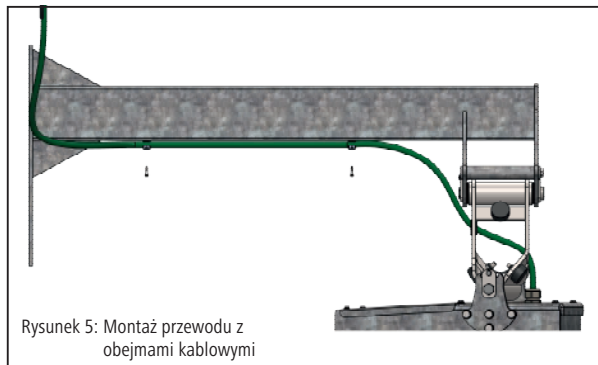

Rysunek 4: Montaż górnej osi przegubu
1. Wymontować górną oś (rys. 4 – poz. 6) z elementu przegubowego.
5. Wsunąć górną oś (rys. 4 – poz. 6) przez łożysko w ramieniu i element przegubowy i zamontować.
6. Przymocować oś śrubą mocującą M14 (rys. 4 – poz. 10).
7. Za pomocą śruby (rys. 4 – poz. 18) i nakrętki samozaciskowej (rys. 4 – poz. 19) zabezpieczyć oś przed przekręcaniem.
8. Za pomocą blachy zabezpieczającej (rys. 4 – poz. 11), śruby (rys. 4 – poz. 14), podkładki (rys. 4 – poz. 12) i nakrętki samozaciskowej (rys. 4 – poz. 13) zabezpieczyć śrubę mocującą M14 przed odkręceniem. Zamocować przewód silnika na ramieniu za pomocą obejm i śrub samogwintujących (rys. 5).